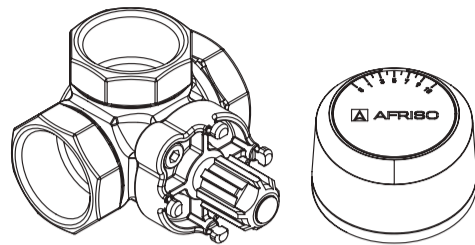

Рис. 1. Вид клапана ARV ProClick со снятой ручкой.
1. Снимите ручку и синее кольцо с смесительного клапана ARV ProClick (рис. 1). Для этого потяните ручку клапана ARV ProClick на себя вдоль оси штока клапана. Конструкция ручки также позволяет приподнять ее с помощью плоской отвертки. Для этого предназначены углубления по бокам ручки. Аналогично снимите синее кольцо.